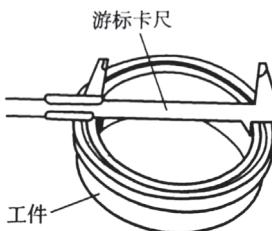

图1-13 用游标卡尺测内径
(1) 使用前，应该首先检测游标卡尺的精度是否准确，将工件被测表面和游标卡尺量爪端面擦干净。
(2) 测量工件外径时，将副尺向外移动，使两量爪间距大于工件外径，首先使主量爪与被测量工件接触，然后再慢慢地移动副尺使副尺量爪与工件接触。然后拧紧固定螺钉，轻轻取下并读取数值。
(3) 测量工件内径时，将副尺量爪向内移动，使两量爪间距小于工件内径，方法同上，如图 1-13 所示。